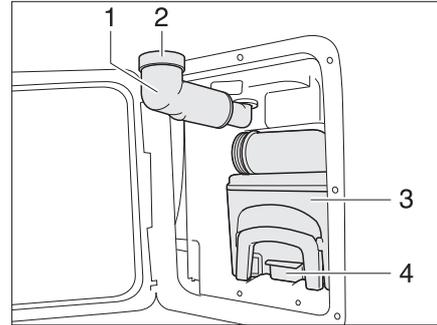

Fig. 141 Cassette Thetford
- Faire pivoter le bec de remplissage d'eau fraîche (Fig. 141,1) vers l'extérieur.
- Retirer le bouchon à vis (Fig. 141,2).